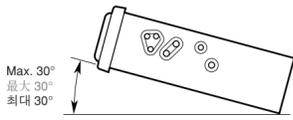

Figure 2 / 图 2 / 그림 2
- Install the unit within 30° of the horizontal plane (Figure 2).
- 安装时，请使本装置与水平面的角度在 30° 以内。（图 2）